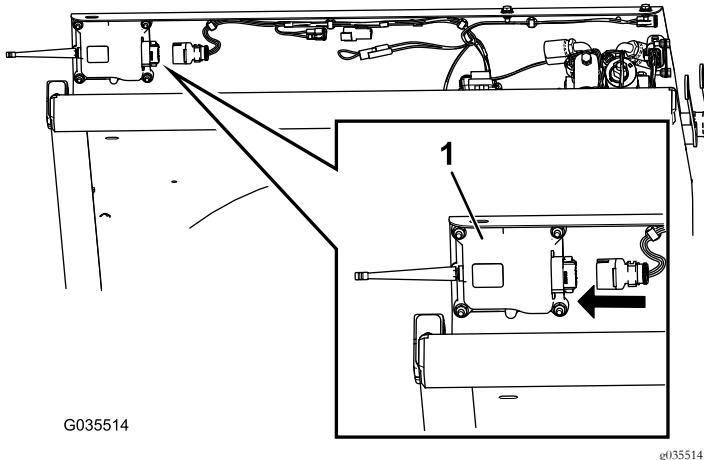

Figura 12
1. Individuate l'estremità del controller RF2CAN del cablaggio preassemblato e collegatela al controller RF2CAN (Figura 12).